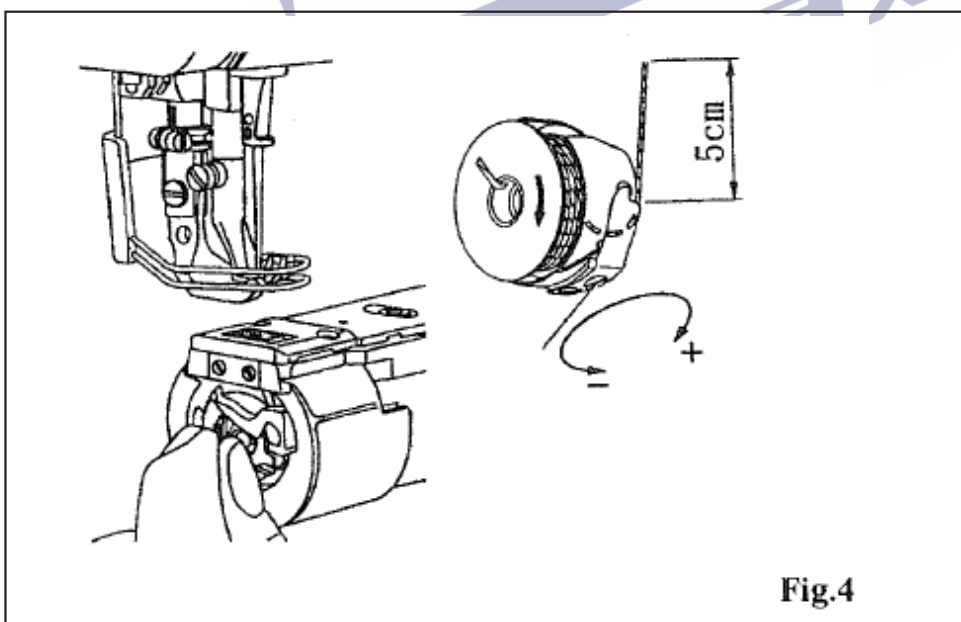

Fig.4
c) Retirando a Bobina da Caixa de Bobina (Fig. 4)